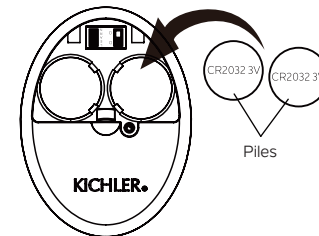

Fig. 26
Étape 2. Pour rendre le ventilateur opérationnel, installez deux piles 3V CR2032 (incluses). Les piles doivent être installées avec le côté positif (+) vers le haut. Remplacez-les par des piles CR2032 si nécessaire. (Fig. 26)